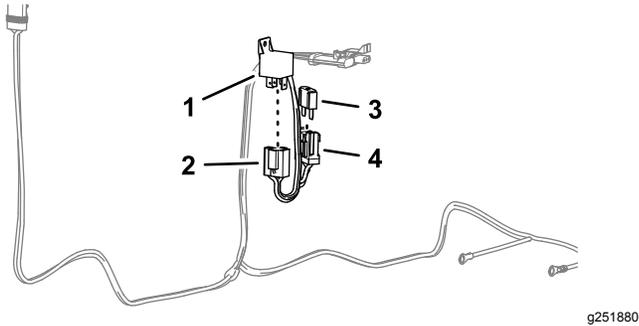

図 7
- 電源ハーネスの 4 端子コネクタに、リレーを取り付ける 図 7。
- 電源ハーネスのヒューズホルダーのソケットに、ヒューズ 60 A を入れる 図 7。